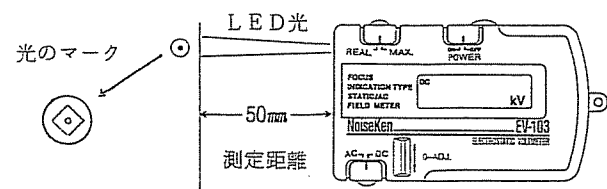

図2 測定距離の合わせ方
測定器の検出部④の脇のレンズ⑧から赤色LED光が発せられ、帯電物体上に円形のマーク(図2)を映します。このマークがはっきりと焦点を結んだ位置が所定の測定距離です。
- (5) 最大値ホールドモード時のホールドされた表示値は、切替スイッチ②または③を一往復スライドさせればリセットされます。
- (6) 電池の消耗は、液晶表示部⑥のDC(AC)表示⑦の点滅でお知らせします。この時には、新しい電池と交換して下さい。
- (7) データを出力する場合は、記録計等を付属のリード線(3m)を用いて出力端子⑨に接続して下さい。